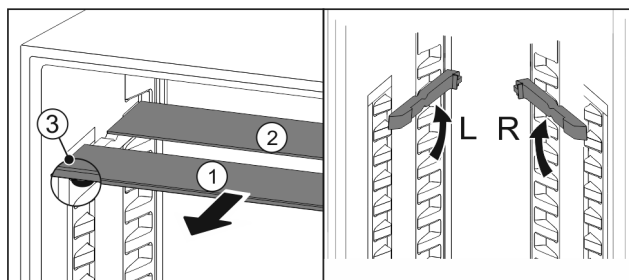

Fig. 68
- Izvucite Fig. 68 (1) staklene ploče jednu po jednu prema naprijed.
- Staklena ploča Fig. 68 (1) s ukrasnom letvicom nalazi se sprijeda.
- Zaustavljači Fig. 68 (3) su usmjereni prema dolje.